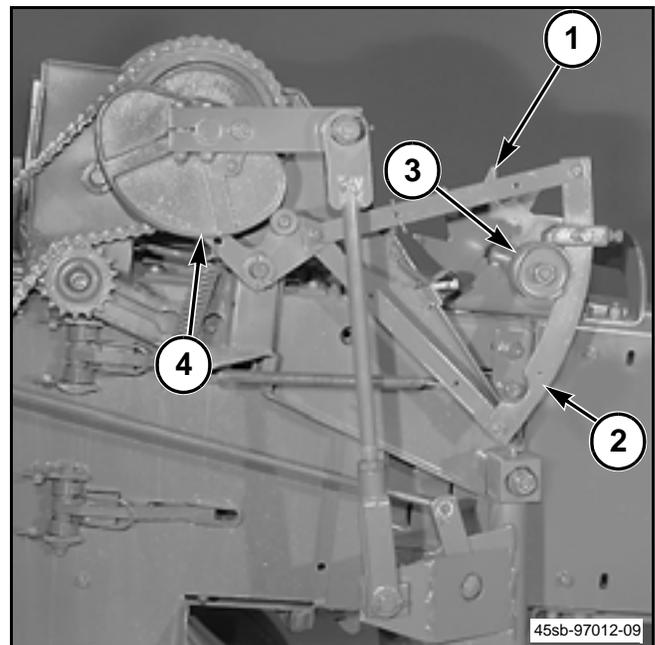

FIG. 49
FIG. 49: Posicione el conjunto de rueda dosificadora (1) de la parte delantera a la trasera de tal manera que el brazo de desplazamiento del anudador (2) esté alineado con la uña del embrague. Ajuste el espacio a 5 mm (3/16 pulg) entre el carrete dosificador (3) y el brazo de desplazamiento del anudador cuando el brazo de reconfiguración esté en el punto más alto de la leva de reconfiguración. Para ajustar, afloje los pernos de montaje de la rueda de dosificación y mueva el soporte hacia adelante y hacia atrás lo que sea necesario. Mantenga el eje de la rueda de dosificación en ángulos rectos con la cámara de fardos